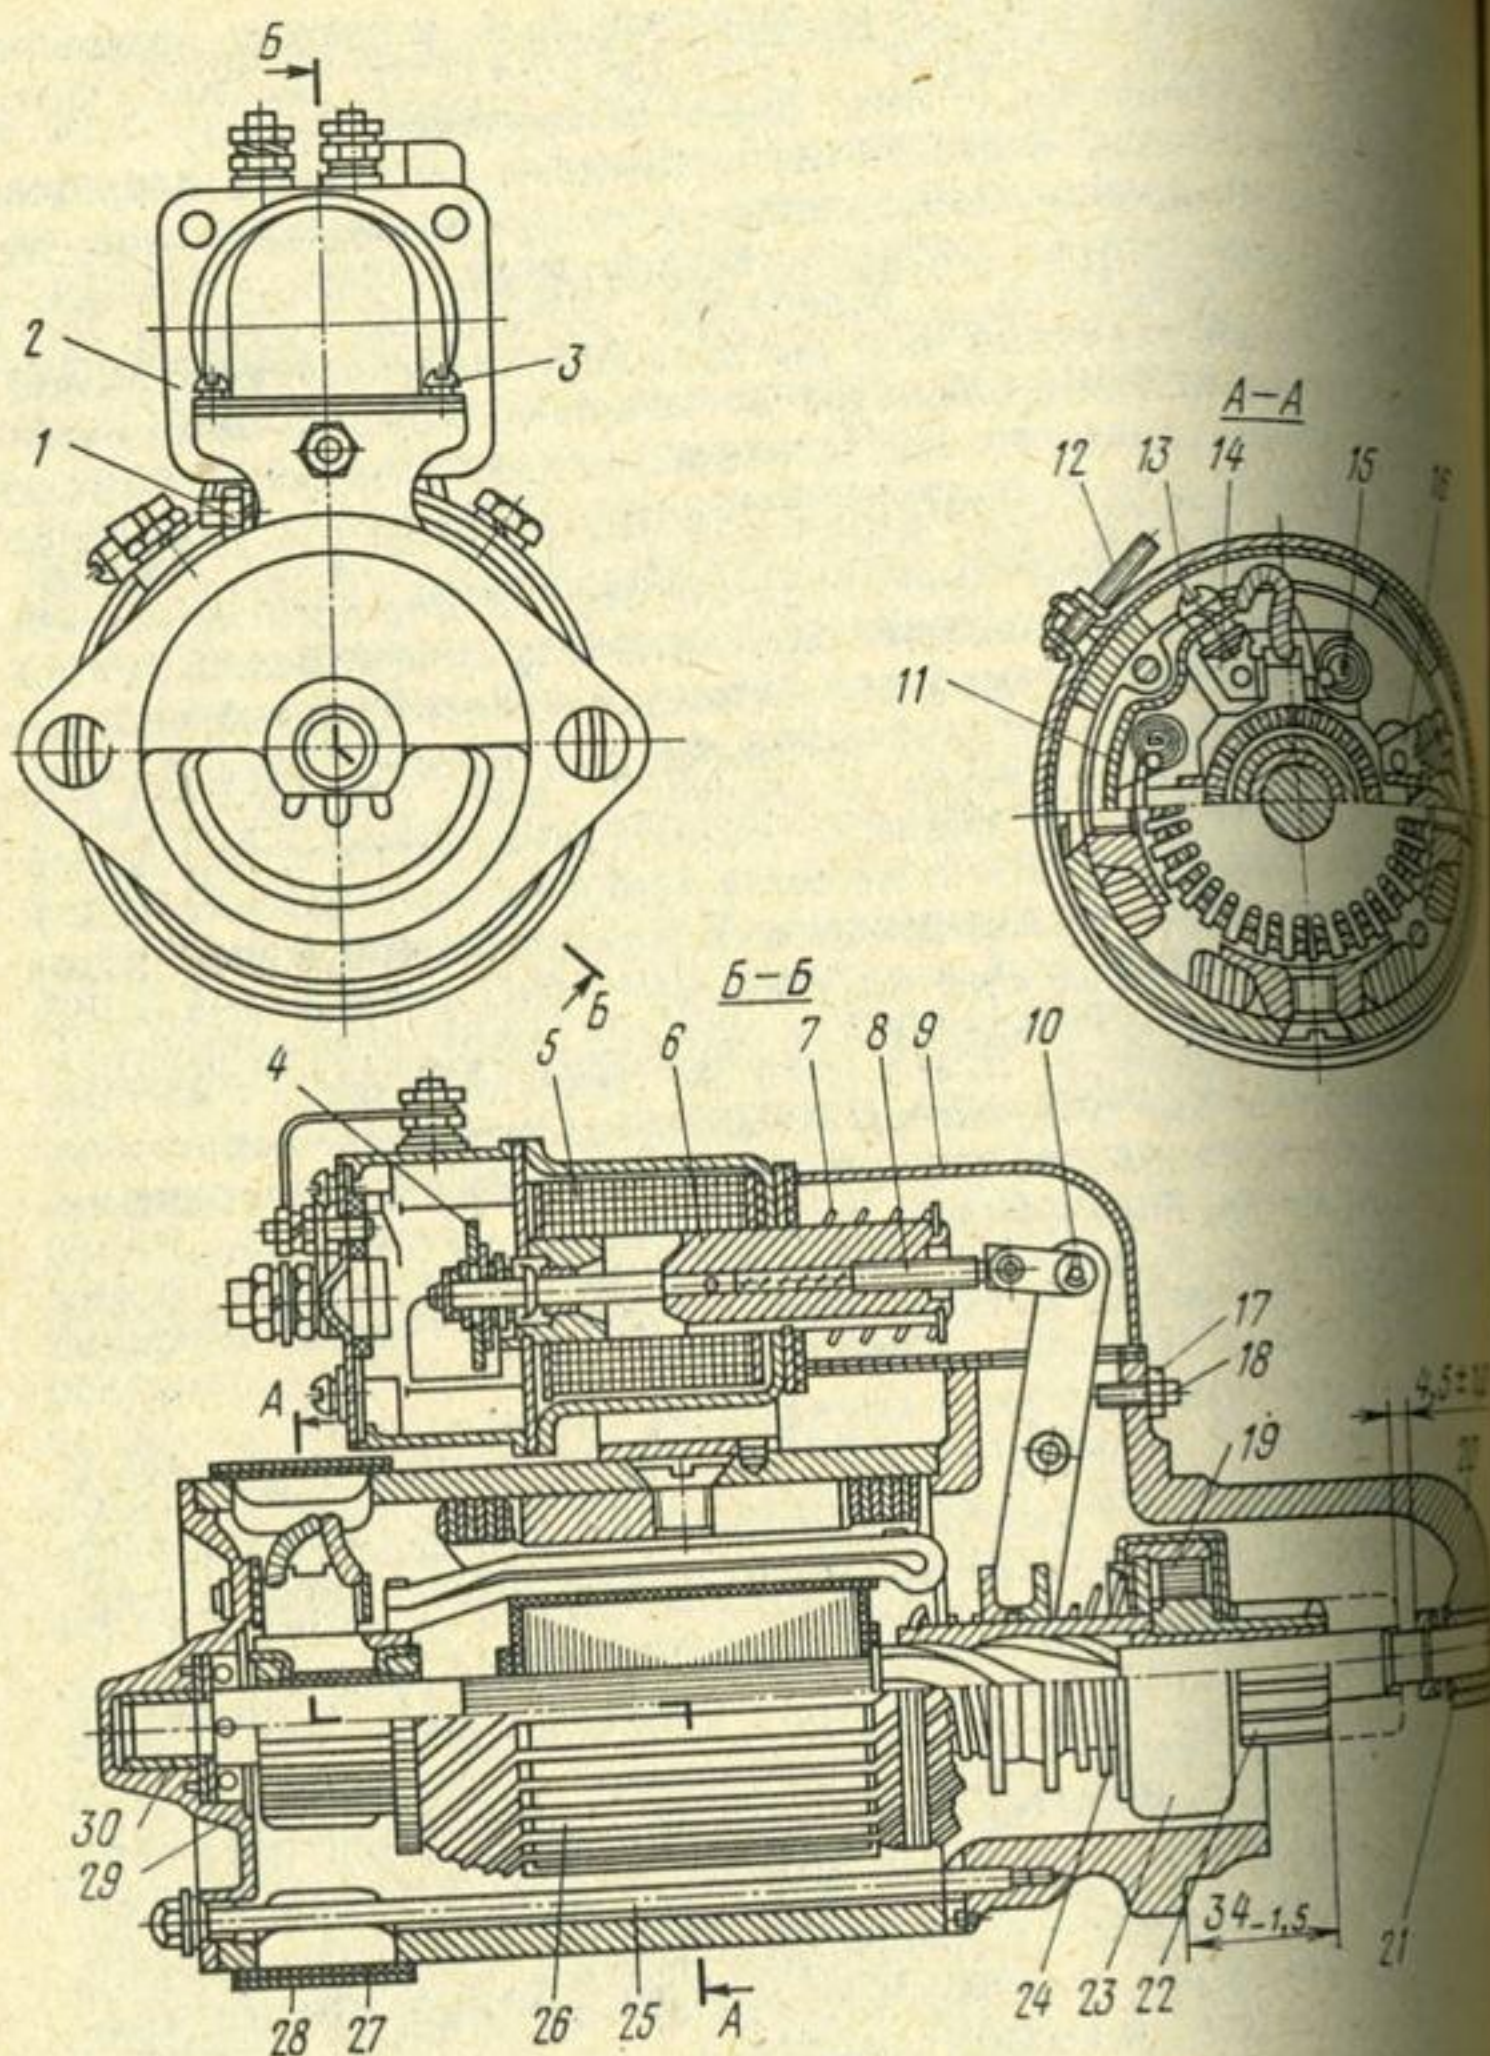

Рис. 44. Стартер:
1. Ослабьте стяжной винт 12 (рис. 44) и снимите защитную ленту 28 с корпуса.
при выключенном положении стартера проверяют размер 34-1,5 мм (см. рис. 44) от фланца крышки 20 до торца шестерни 22 привода. Регулировку этого размера в случае необходимости производят винтом 18 с контргайкой 17 рычага 10 включения привода;